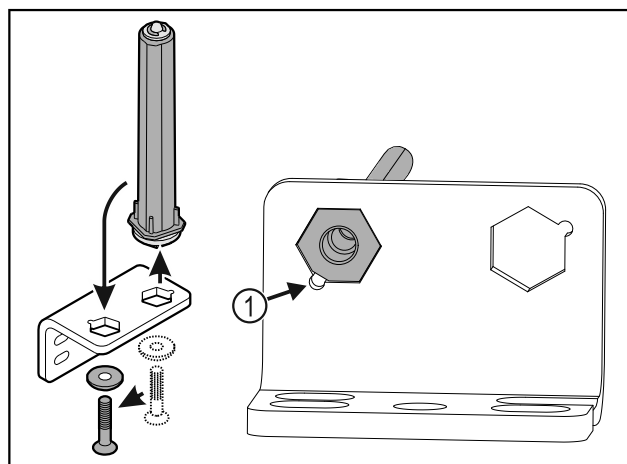

Fig. 37
- Bëni kujdes që gjatë vendosjes, e prera e kokës së bulonit Fig. 37 (1) të jetë e drejtuar nga vrima e rumbullakët.